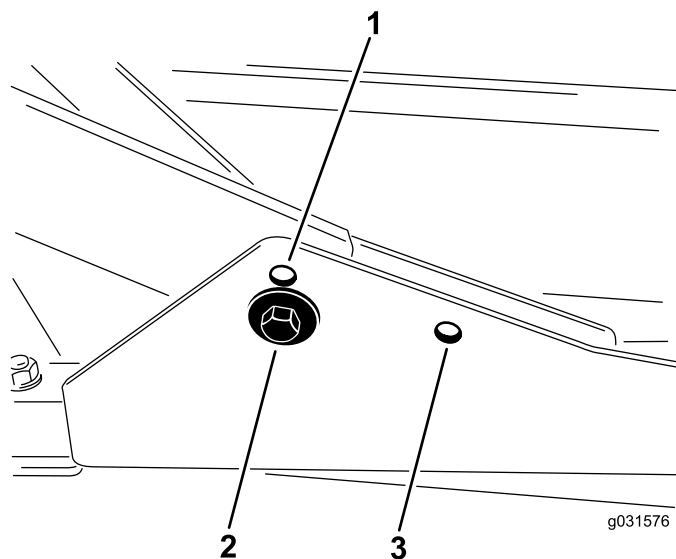

Figura 17
1. Para alturas de corte de entre 2 cm y 7.6 cm ( $\frac{3}{4}$ " y 3"), monte los bastidores de tiro delanteros en los taladros de montaje delanteros inferiores (Figura 17).
delanteros en los taladros de montaje delanteros superiores (Figura 17).
Para todas las alturas de corte, monte la unidad de corte trasera en los taladros de montaje traseros (Figura 17).